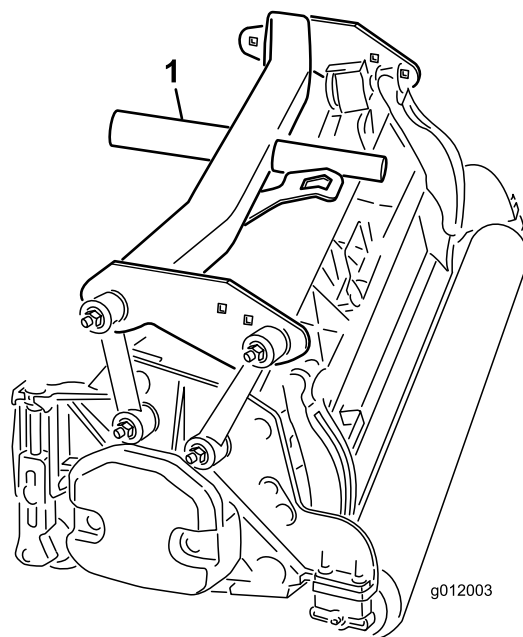

Figure 18
4. Placez la bâti porteur arrière (Figure 18) sur le plateau de coupe arrière.